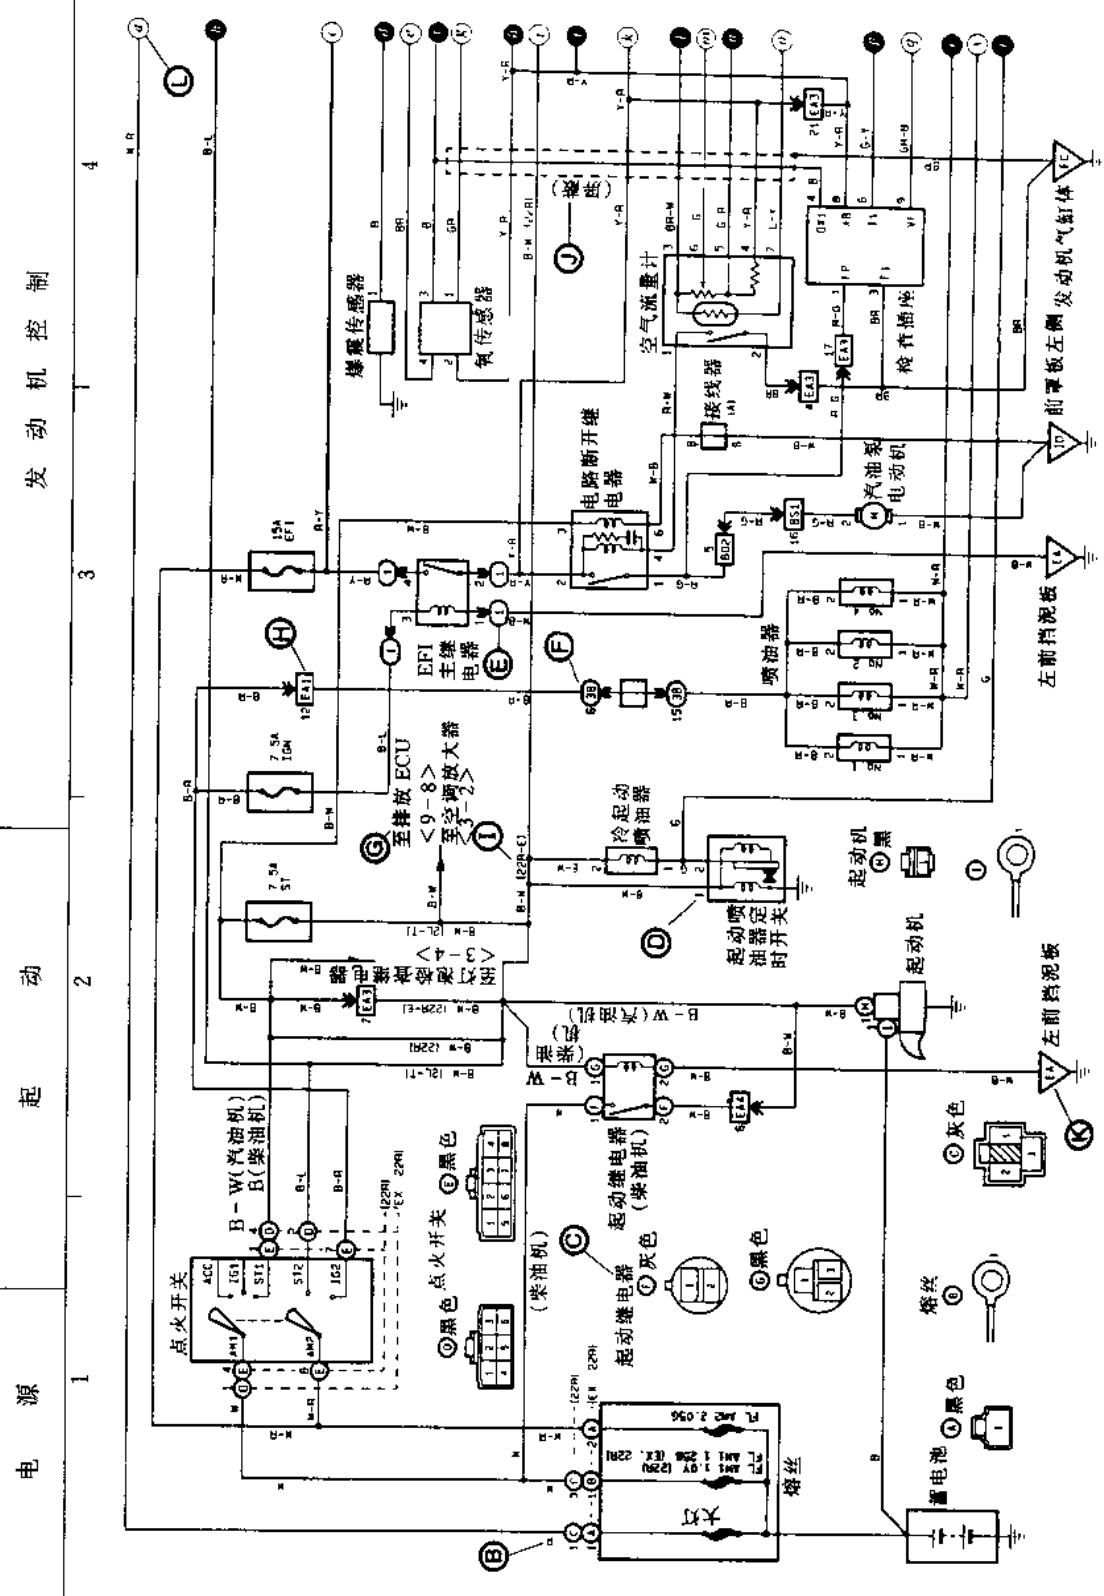

图 1 该例
2. 本书每页电路图上标有图幅序号和这幅图的区段数(见图 1⑧)及系统名称。
3. 电路图中，导线一侧的字母(见图 1⑨)表示导线的颜色。所用字母代表的颜色如下：
4. 连接在部件上的插接器的表示方法见图 1⑩。在线路图中，部件插接器脚的号码标注在部件附近导线的一侧，见图 1⑪。插接器各脚(线端)的排列次序对插头和插座是不同的(见图 2a)，插座是自左到右、从上到下排列的，而插头则是自右向左、从上到下排列的。
5. 继电器盒的表示符号见图 1⑫所示，圈中的数字表示继电器号码。图 1⑬所示继电器盒为 1 号继电器盒。
6. 接线盒的表示方法与继电器相似，见图 1⑭。接线盒符号的圈内的数字为接线盒号码，如⑭所指的连接处位于 38 号接线盒内。
7. 相关电路如图 1⑮所示，括号内的数字为电路图的幅数和区段数。⑮处所指的带白色条纹的黑线(B-W 线)通向“排放 ECU”(位于该车型第 9 幅电路图的第 8 区段)和“空调放大器”(位于该车型第 3 幅电路图的第 2 区段)。本书收录的丰田大霸王汽车各电路图为典型系统的电路图，因此相关的电路不一定都能找到。
8. 线束间的插接器的表示方法见图 1⑯。带双箭头符号的一侧是公插接器，框内的符号为该插接器的名称，框外的数字表示插接器脚的号数。⑯处连接的是 EA1 插接器的 12 号脚。
9. 当车型、发动机型号或规格不同时，在导线侧小括号内用符号标明，见图 1⑰。
10. 金属屏蔽导线用虚线框表示，见图 1⑱。
11. 接地处用三角符号表示，旁边注明接地位置，见图 1⑲。
12. 电路图边缘处线端的符号(见图 1⑳)表示与上页或下页同名线端相连。